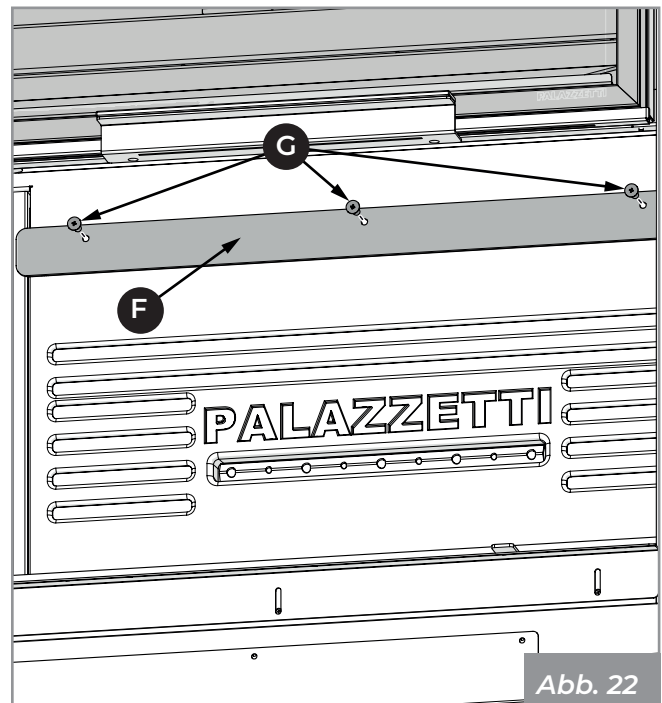

Abb. 22
- 5) Blockieren Sie das feuerfeste Material mit der Halterung (F) und befestigen Sie es mit den entsprechenden Schrauben (G) (Abb. 22).